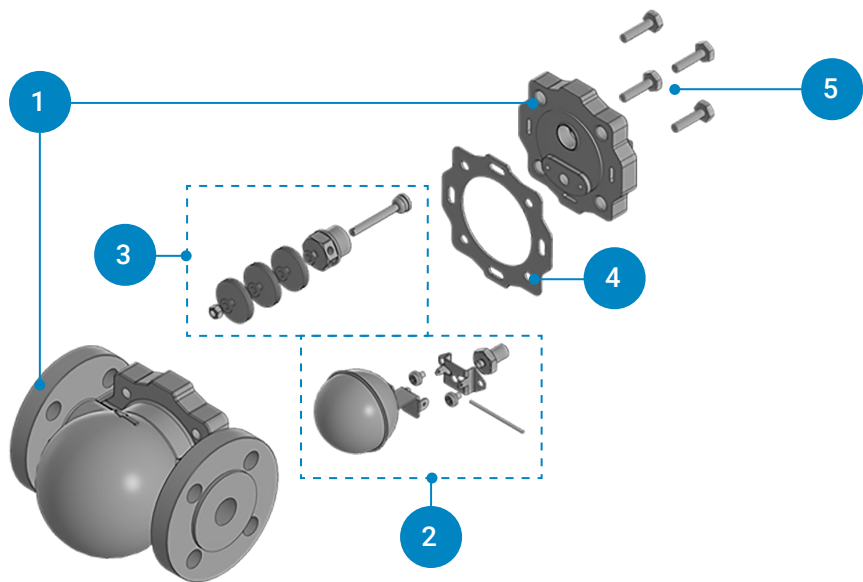

Рисунок 9. Спецификация деталей и запасных частей.
Всегда используйте новые прокладки (см. поз. 4 на Рис. 9) после обслуживания конденсатоотводчика!
На Рис. 9 изображен конденсатоотводчик серии FT14. Описание деталей и запасных частей представлено в Таб. 2.
* В конструкции возможно старое исполнение воздухоотводчика, отличающееся визуально от изображения на Рис. 9.
Номер на Рис. 9	Наименование